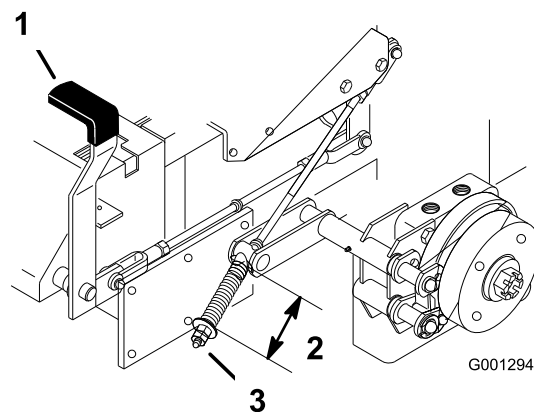

Figura 69
2. Meça o comprimento da mola. A medição deve ser 64 mm entre as anilhas (Figura 69).
3. Se for necessário ajustar, solte o travão de mão, desaperte a porca de segurança abaixo da mola e ajuste a porca diretamente abaixo da mola (Figura 69). Rode a porca até obter a medição correta. Rode a porca no sentido dos ponteiros do relógio para encurtar o comprimento da mola e rode-a no sentido contrário aos ponteiros do relógio para alongar a mola.